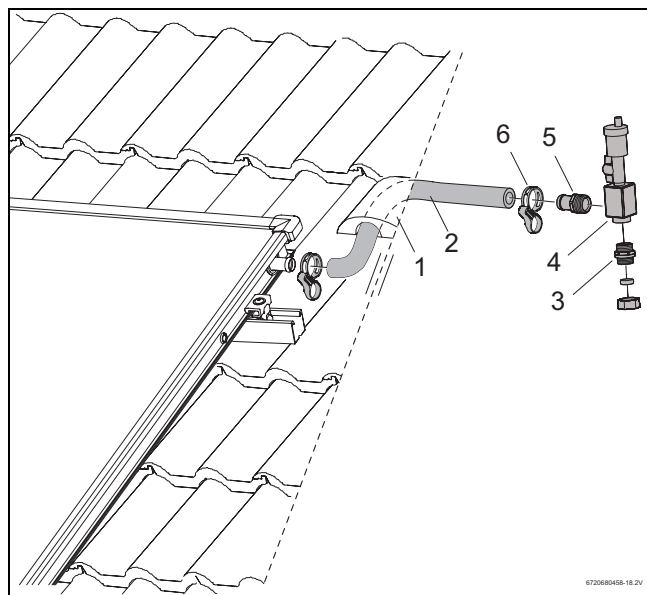

Fig. 51 Applicazione del tubo di connessione all'attacco di mandata
- Inserire il tubo di gomma per solare (1000 mm, fig. 51, [2]) sull'attacco di mandata del campo di collettori e fissarlo ermeticamente bene con la fascetta stringitubo.
- Far passare il tubo di gomma per solare insieme al cavo della sonda attraverso la tegola di ventilazione (fig. 51, [1]) e attraverso l'isolamento del tetto.
- Avvitare il portagomma R $\frac{3}{4}$ con o-ring (fig. 51, [5]) e il nipplo doppio con o-ring (fig. 51, [3]) nel separatore d'aria (fig. 51, [4]).
- Spingere il portagomma nel tubo di gomma per solare fino all'arresto e fissarlo con la fascetta stringitubo (fig. 51, [6]).
- Collegare la tubazione di mandata e ritorno al sistema di serraggio con anello (fig. 51, [3]).